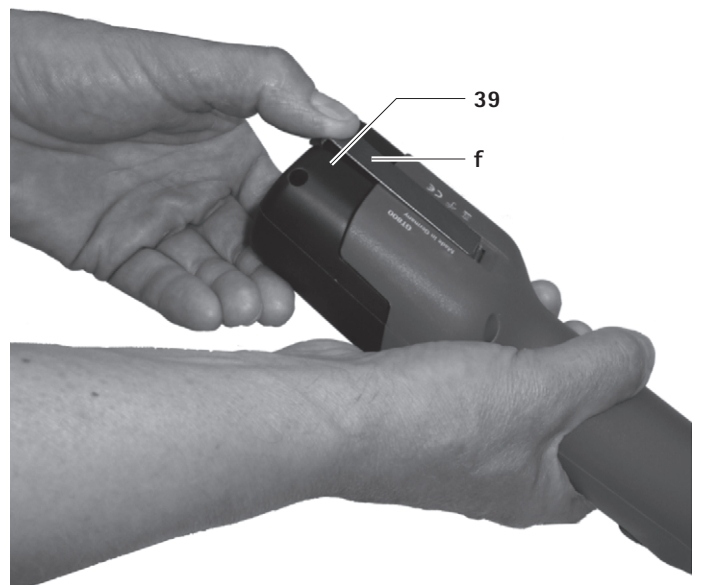

Fig. 3
- Asegurar la batería de iones de litio **39** con el bloqueo de la batería **f**, ver Fig. 3.